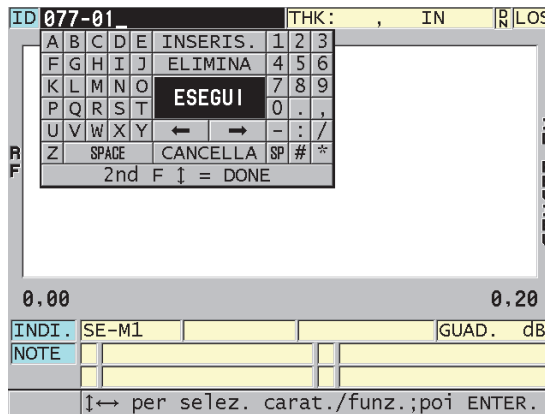

Figura 11-28 Modalità di modifica degli ID
4. Premere nuovamente il tasto **[ID#]** e modificare il valore dell'ID (vedi Figura 11-28 a pagina 231).